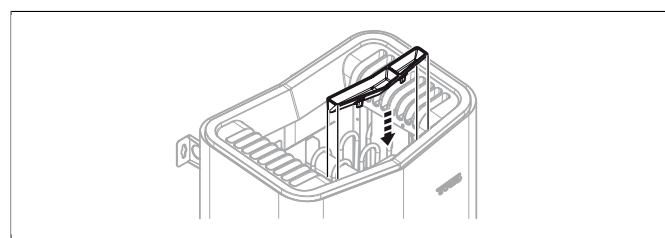

Рисунок 9: Установка подставка для флакона с ароматизатором/увлажнителя воздуха
8. Установите чашу для трав/увлажнитель воздуха (см. **Рисунок 9**, страница 4).